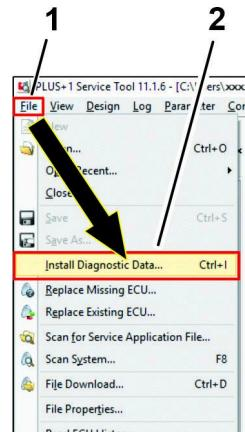

図 53
1. ファイルアイコンをクリックし、ドロップダウンリストで診断データのインストール... アイコンを選択する図 53。